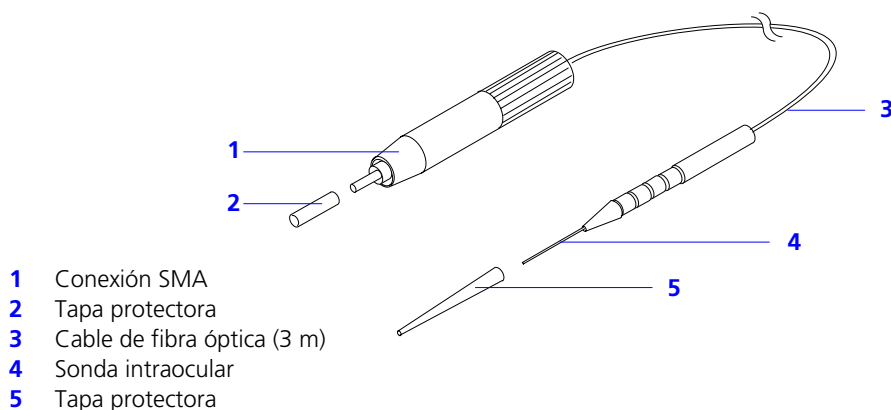

Fig. 36 Sonda intraocular
Las sondas intraoculares vienen en un empaque estéril. Las partes de la sonda están descritas en la Fig. 36.
- Extraiga la tapa protectora (2, Fig. 36) del adaptador de fibra óptica.
- Atornille la conexión SMA (1, Fig. 36) a la conexión de la fibra óptica de la consola (6, Fig. 14).